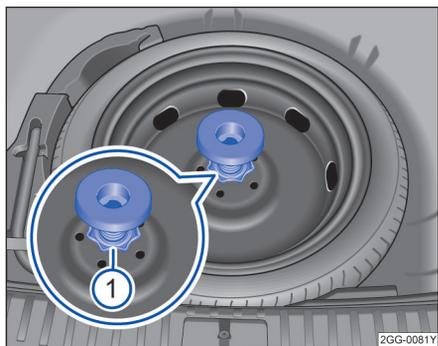

图 211 李厢内：备用车轮（类型 A）固定手轮
- 逆时针拧下备用车轮中间的固定手轮→ 图 211 ①，拆下备用车轮。